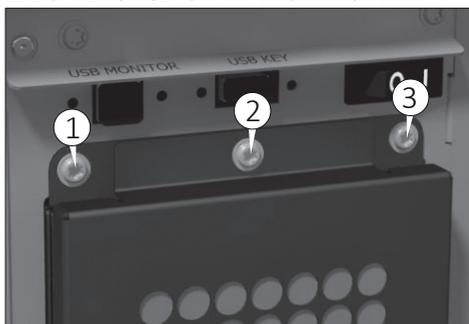

Fig. 27
- 2) Dévissez les vis (1,2 and 3 Fig. 27) à l'aide d'un tournevis Torx T20.